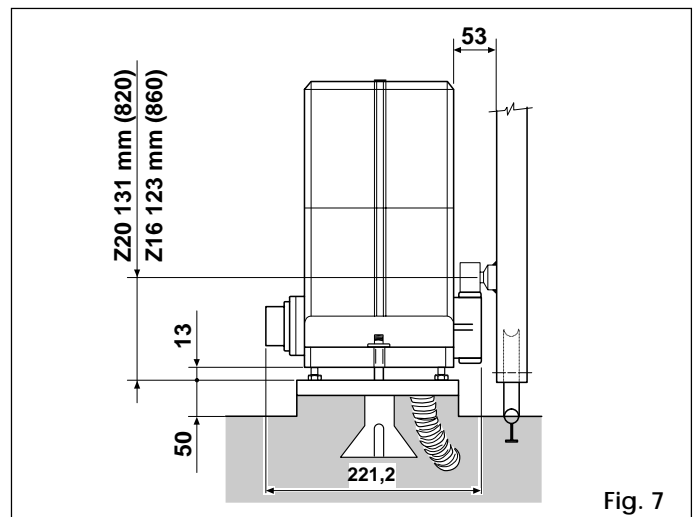

Fig. 7
**N.B.** Se aconseja colocar la placa sobre una base de cemento, a unos 50 mm del suelo (fig. 7).
- 3) Registrar la altura de las patas y la distancia hasta la cancela como ilustra la fig. 7.